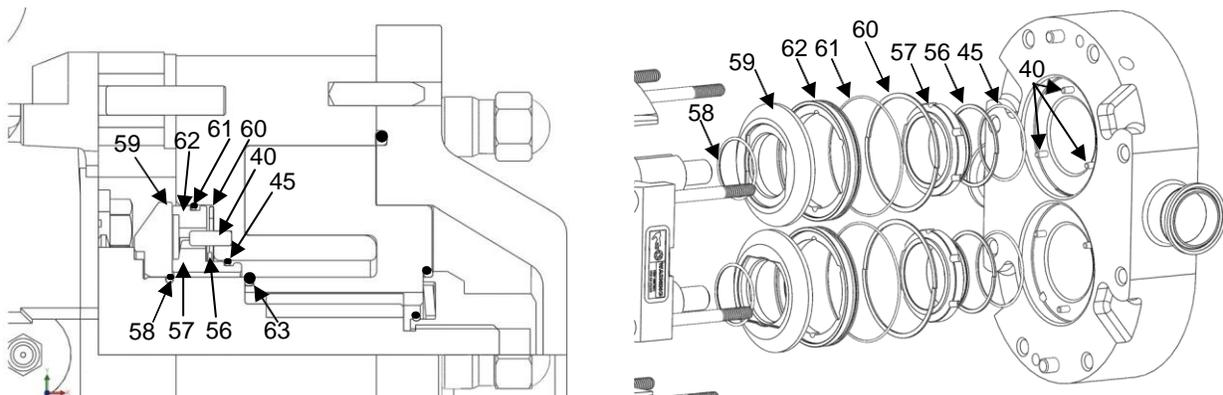

Figura 28: Doble Sello Mecánico
- 1) Remueva el sello interno y externo estacionarios del cuerpo de la bomba (Figura 28, items 4 y 9).